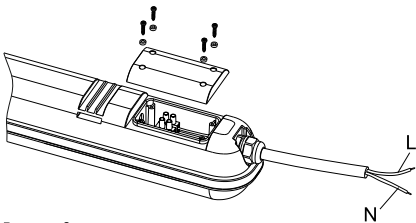

Рисунок 2
5.2 Подключение светильника (рисунок 2):